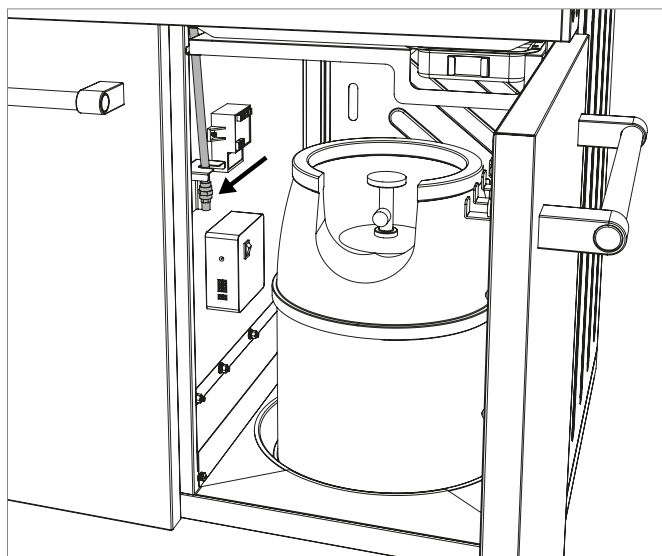

Abb. 2A
- Es dürfen nur Gasflaschen mit maximal 11 kg Füllgewicht auf die Bodenplatte gestellt werden. Positionieren Sie die Flasche auf dem dafür vorgegebenen Platz (**Abb. 2A**).
2. Öffnen Sie die Gaszufuhr an der Flasche und bepinseln Sie alle gasführenden Teile (die Verbindung an der Gasflasche / den Gasdruckregler / den Gasschlauch / den Gaseintritt / die Verbindung am Ventil) mit einer Seifenlösung aus 50 % flüssiger Seife und 50 % Wasser. Sie können auch ein Lecksuchspray verwenden. **(siehe Abb. 2A und 2B)**